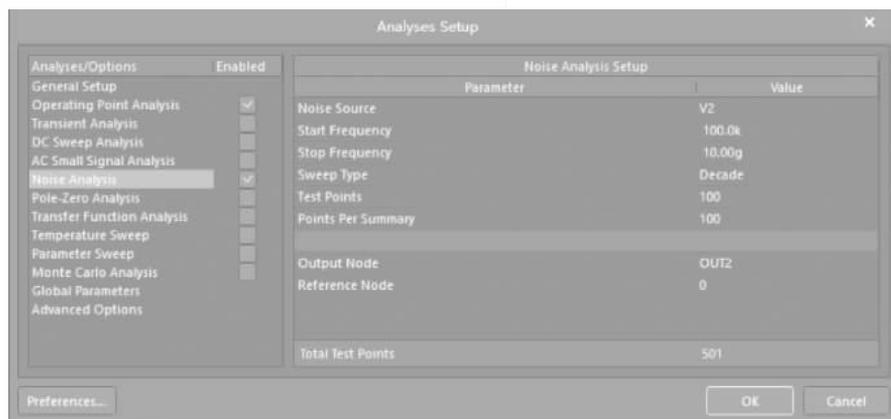

图 3-69 设置仿真参数界面 2
② 将 Collect Data For 设置为 Active Signals/Probes。
③ 将 OUT1 和 OUT2 添加到 Active Signals 栏中。
(3) 选择 Noise Analysis 选项, 出现如图 3-69 所示 Noise Analysis Setup(噪声分析设置)界面。按下面参数设置: